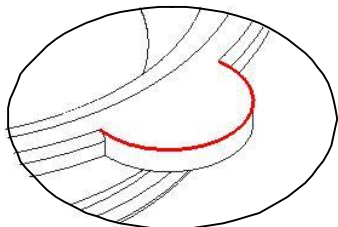
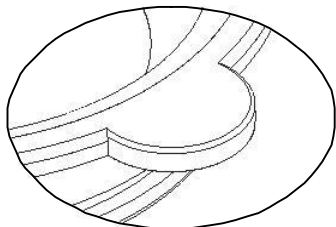

图5-65
图5-66
16. 使用边倒圆功能创建圆角特征。选择图 5-65 所示的实体边缘，然后设置圆角半径为“0.5”，结果如图 5-66 所示。